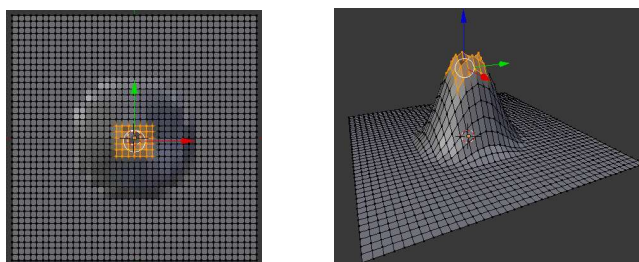

Figura 3: Seleção dos vértices do topo do vulcão.
- Na vista de topo, conforme se mostra na figura 3, selecionar apenas os vértices do topo do vulcão (**Tecla B**);